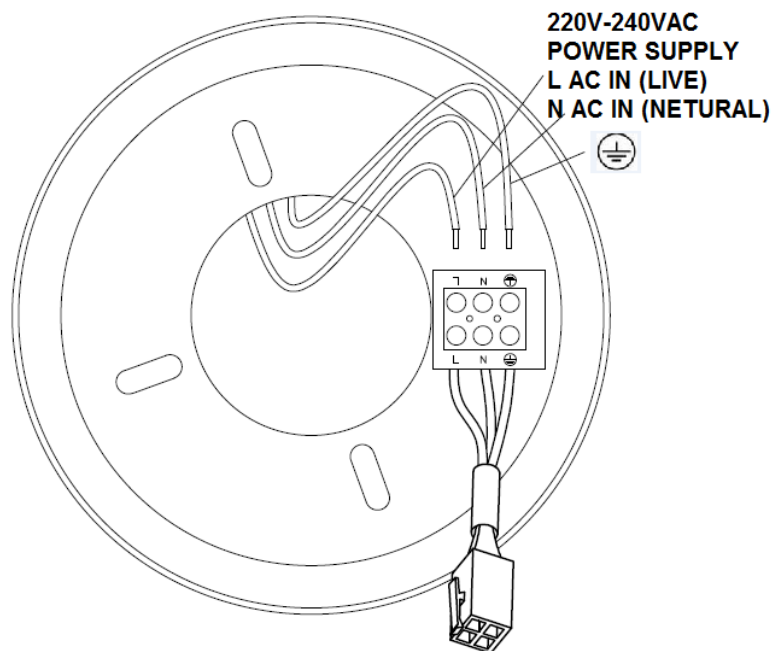

Abb. 4
- Führen Sie die Verkabelung gemäß dem nachfolgenden Schalt diagramm aus. (Abbildung 4).
VORBEREITUNG UND AUSFÜHRUNG DES ELEKTRISCHEN SCHALTDIAGRAMMS --- SCHALTDIAGRAMM (Abb. 4)